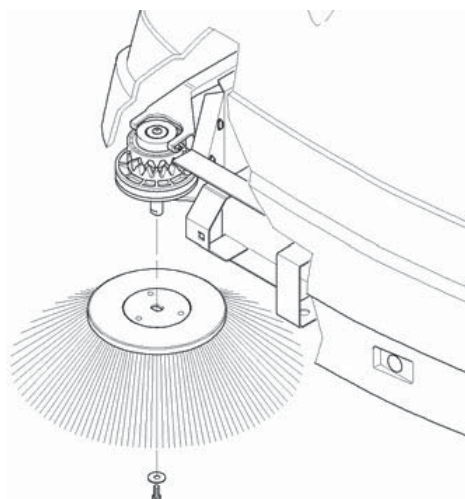

Fig. 2
- Plaats de borstel op de as (Fig. 2).